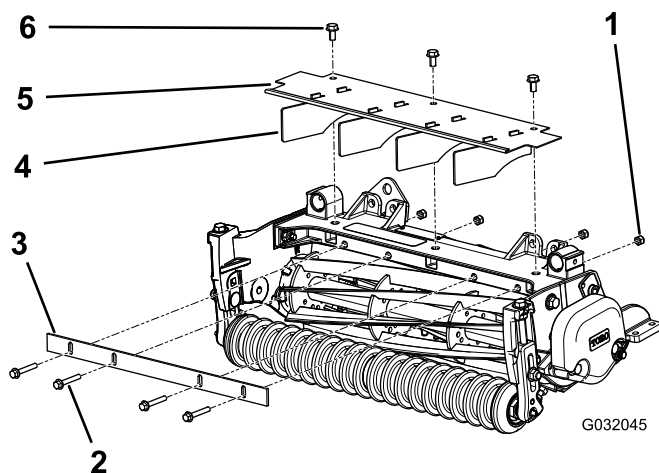

Figure 6
- Montez la barre supérieure sur le cadre du plateau de coupe en serrant légèrement 4 boulons (1/4 x 1-3/4 po) et 4 contre-écrous (1/4 po) ; voir Figure 6.
- Serrez les boulons et les contre-écrous (Figure 6).
1. Retirez les 3 boulons à embase qui fixent le déflecteur d'herbe au cadre du plateau de coupe (Figure 6).